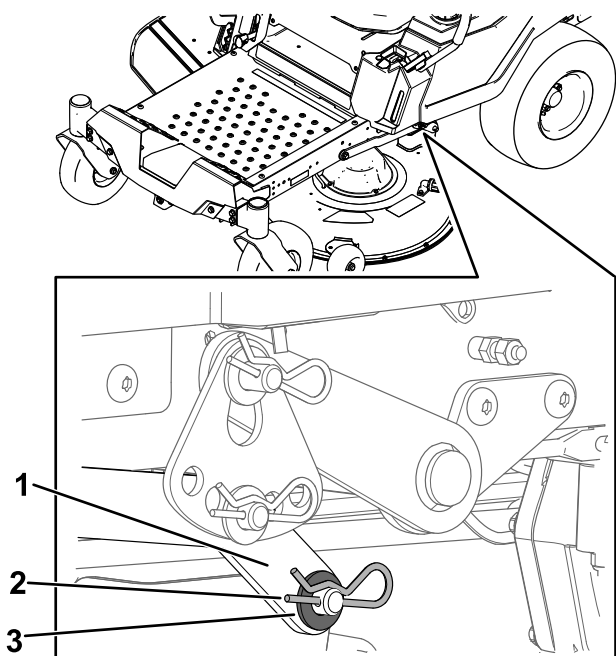

Bild 72
7. Entfernen Sie auf einer Seite der Maschine die Unterlegscheibe und den Splint vom Mähwerksstift (Bild 72).
5. Heben Sie auf einer Seite der Maschine die Rückseite des Mähwerks an und montieren Sie den Hubarm am Mähwerksstift (Bild 72).
6. Montieren Sie den Hubarm mit der Unterlegscheibe und dem Splint (Bild 72).